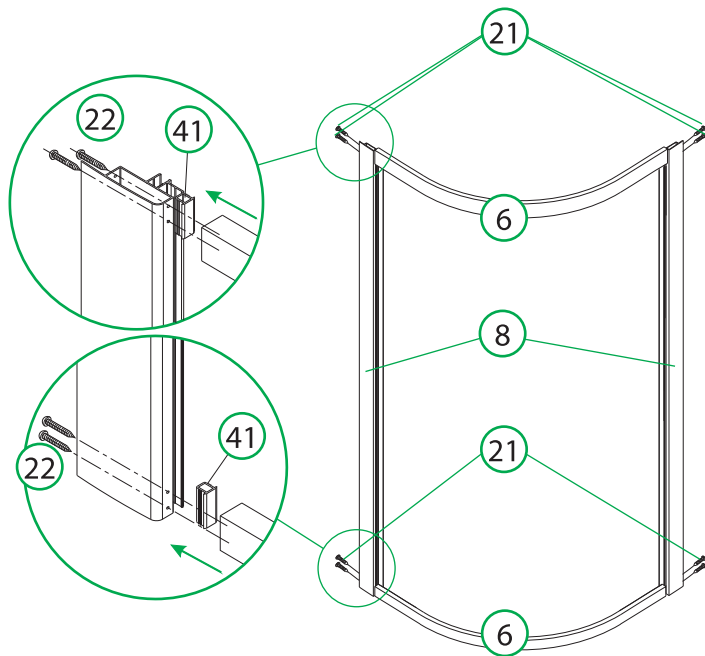

Рис. 7 / 7-сур.
5. Соедините профили: пристенные с верхним и нижним (рис. 7).